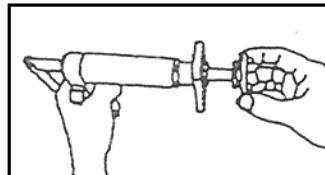

FIG 1
Fixer un adaptateur magnétique (1) approprié sur l'outil, puis placer l'outil sur le corps de l'étrier. Voir FIG 1. (La tige de pression sert à connecter l'adaptateur magnétique au tube de pression. Pour régler correctement le frein anticinal, choisir un adaptateur magnétique approprié en l'insérant dans la tige de pression installée sur le corps de l'étrier.)